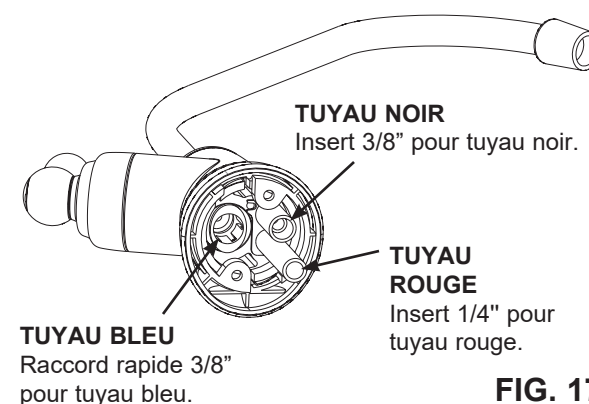

FIG. 17
- C. Insérer dans le raccord cannelé 1/4" du robinet. Cf Figs. 17, 20 & 21.